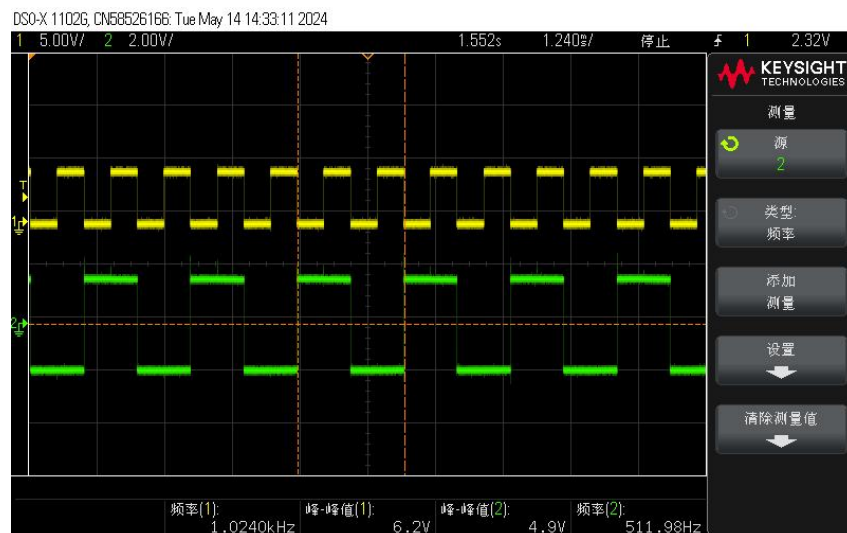

图 1.4 输入计数脉冲 CP 与输出 Q0 波形图
- ①示波器 CH1 测量计数脉冲 CP，CH2 测量输出 Q0，显示波形如图 1.4 所示。